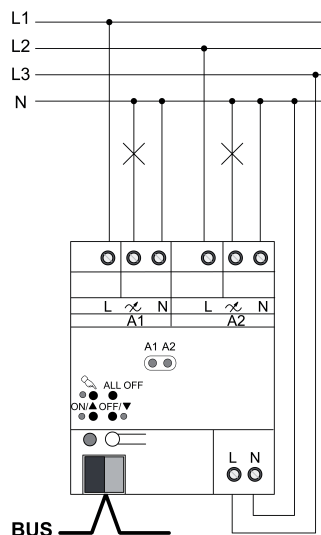

Рисунок 4: Исполнительный элемент управления – пример подключения
- Подключите прибор, как показано на примере (рисунок 4).